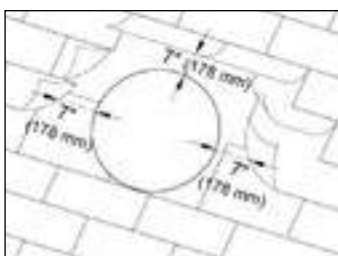

Figura 4
- 5. Enrolla las tejas superiores hacia atrás...** a 7" (178 mm) de la parte superior y los lados; asegúrate de que se hayan quitado todos los clavos para techo. Consulta la Figura 4.